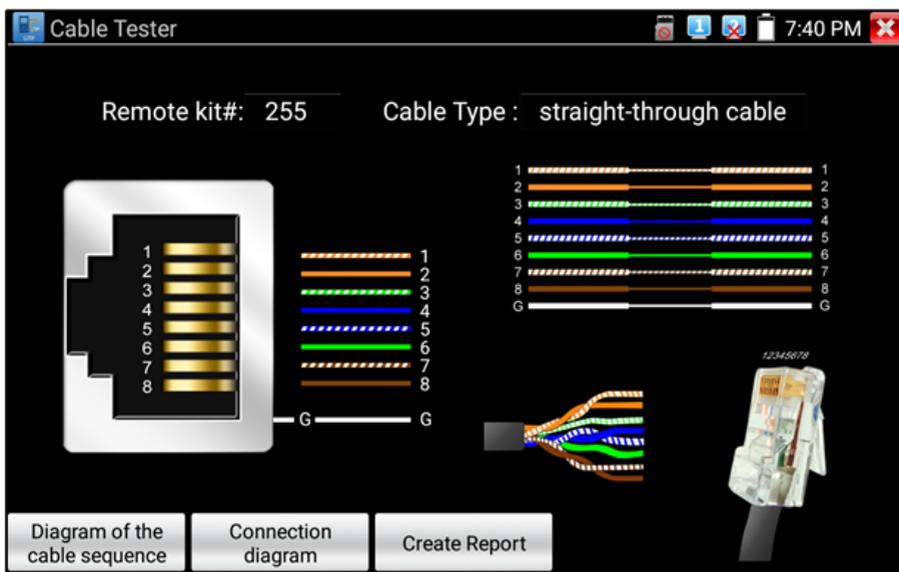

Рис.115 Интерфейс приложения «Кабельный тестер»
3. На экране отобразится последовательность жил в кабеле витой пары, рис. 115